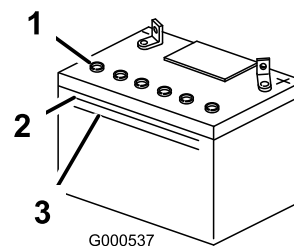

Figura 43
2. Mire hacia el lateral de la batería. El electrolito debe llegar a la línea superior (Figura 43). No permita que el electrolito esté por debajo de la línea inferior (Figura 43).
3. Retire los tapones de ventilación de la batería (Figura 43).
4. Vierta lentamente agua destilada en cada célula de la batería hasta que el nivel de electrolito llegue a la línea superior (Figura 43) de la caja de la batería.
- Espera de cinco a diez minutos después de llenar las células de la batería. Añada agua destilada, si es necesario, hasta que el nivel de electrolito llegue a la línea superior (Figura 43) de la caja de la batería.